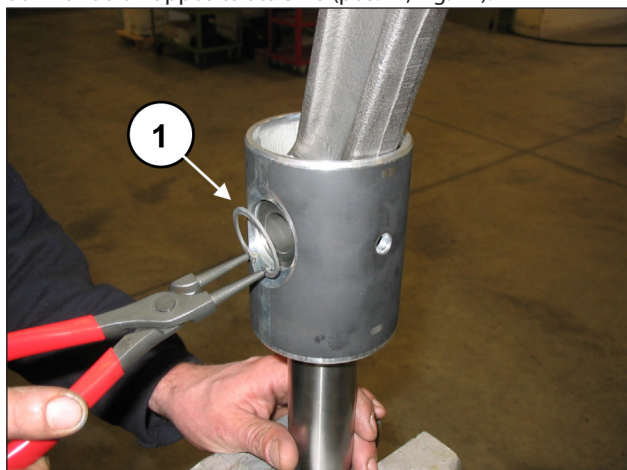
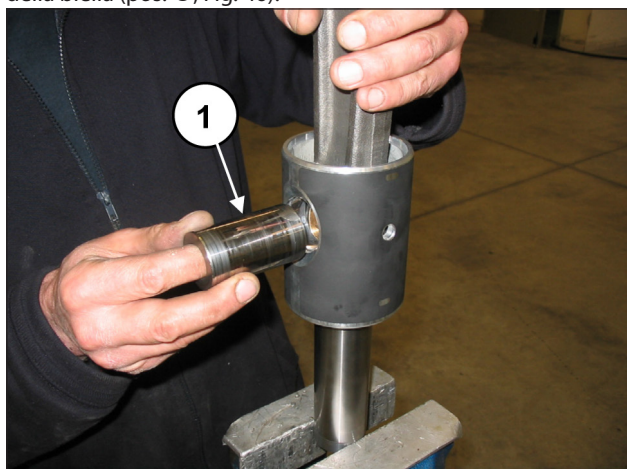
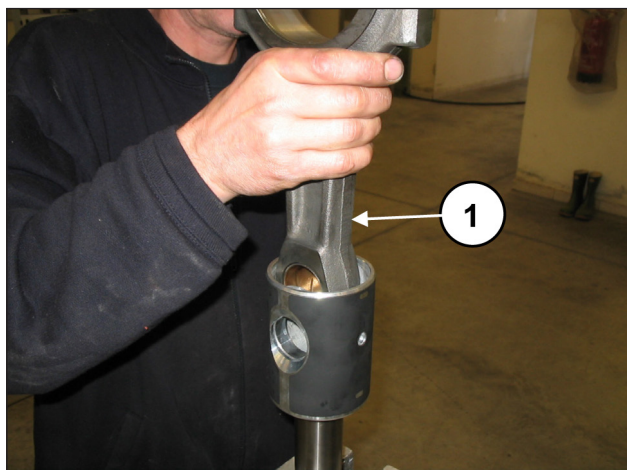

Fig. 44
Fig. 45
Fig. 46
Rimuovere i due anelli seeger di bloccaggio spinotto utilizzando un apposito attrezzo (pos. ①, Fig. 44).
Sfilare lo spinotto (pos. ①, Fig. 45) e provvedere all'estrazione della biella (pos. ①, Fig. 46).
Inserire la biella nel guida pistone (pos. ①, Fig. 46) e successivamente inserire lo spinotto (pos. ①, Fig. 45). Applicare i due seeger di spallamento con l'apposito attrezzo (pos. ①, Fig. 44).